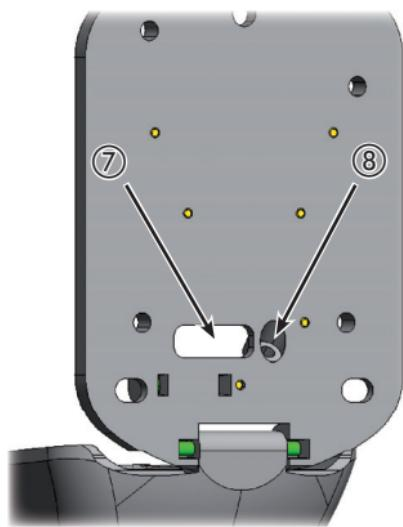

Fig. 3
- In Fig. 3 è mostrato il retro del dispositivo evidenziando l'asola per il passaggio dei cavi elettrici (rif. ⑦) e l'alloggiamento per il cavo di trazione per lo sblocco manuale (rif. ⑧);
2. Fig.3 shows the rear of the device, indicating the slot for routing the electric cables (ref. ⑦) and the housing of the traction cable for manual release (ref. ⑧);